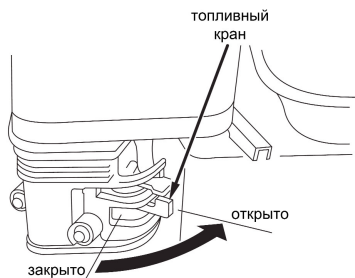

Рис. 8
- перевести топливный кран в положение «Открыто» (крайне правое) (см. рис. 8);